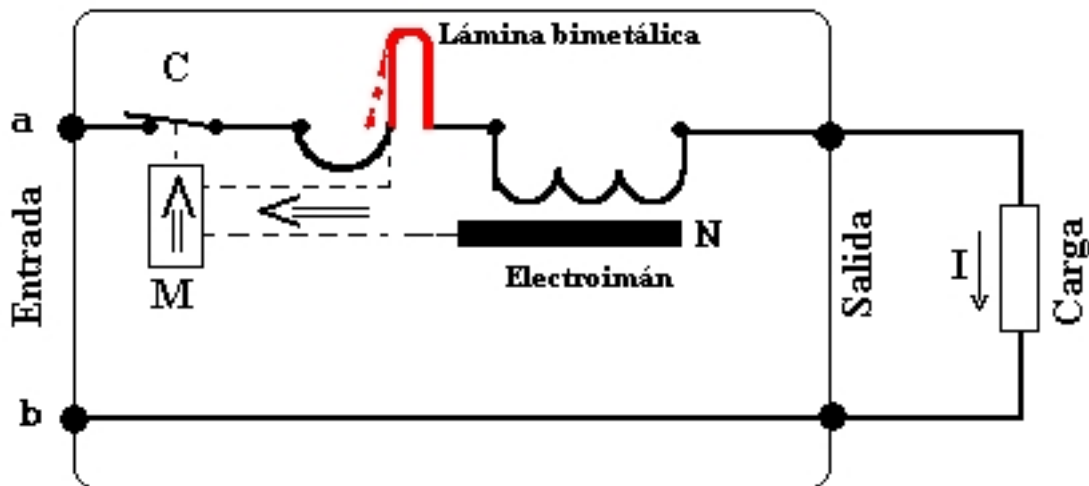

Figura 1.- Diagrama de un interruptor magnetotérmico
El funcionamiento del interruptor magnetotérmico, representado en la Figura 1, es el siguiente: Al circular la corriente el electroimán crea una fuerza que, mediante un dispositivo mecánico adecuado (M), tiende a abrir el contacto C, pero solo podrá abrirlo si la intensidad  $I$  que circula por la carga sobrepasa el límite de intervención fijado. Este nivel de intervención suele estar comprendido